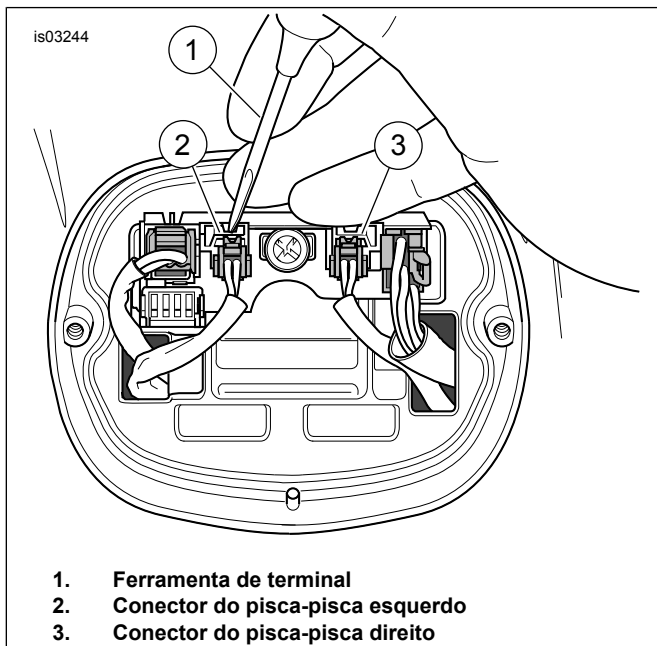

Figura 2. Remoção dos conectores do pisca-pisca
3. Veja a Figura 2. Usando uma ferramenta de terminal (1) aperte as lingüetas e remova os conectores do pisca-pisca (2-lugares) (2, 3). Guarde os conectores para a instalação do kit. Consulte a seção CONECTORES ELÉTRICOS AMP MULTILOCK do Manual de serviço.